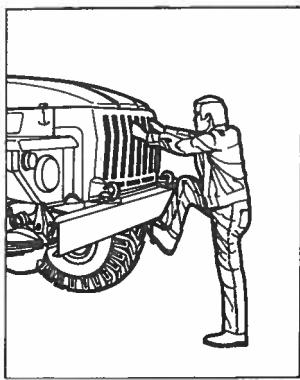

Рис. 3. Прием использования подножки и ребер облицовки радиатора при подъеме на буфер и спуска с него
3. Чтобы подняться на буфер автомобиля или спуститься с него, используют подножку, центральное и крайнее левое (по ходу автомобиля) ребра облицовки радиатора, имеющие на внутренней стороне вкладыши (рис. 3).